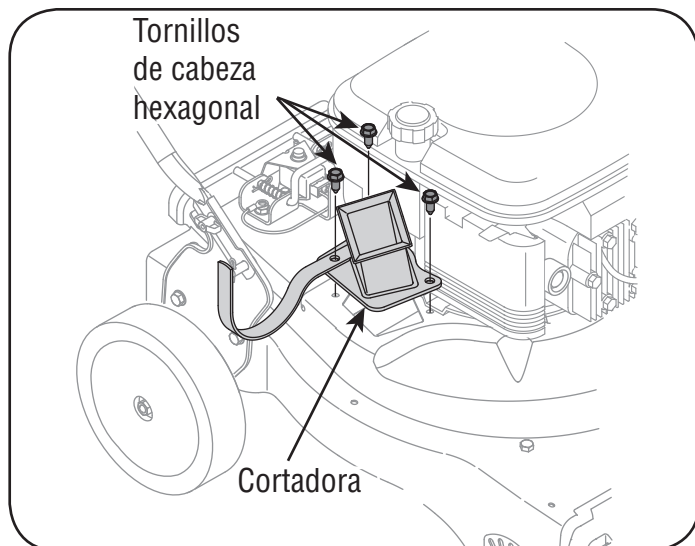

Figura 22
3. Ajuste los tres tornillos de cabeza hexagonal que sostienen la ménsula del gancho de la manguera y el canal de la cortadora a la caja superior. Vea la figura 22.